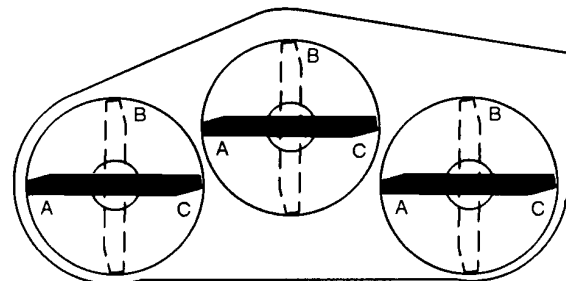

Bild 15
5. Alle drei Messerbalken in die "A"-Stellung (Bild 15) bringen und den Abstand von der ebenen Fläche bis zur Unterseite der Messerspitze an allen Messerbalken messen (Bild 16).
6. Den bei "A" gemessenen Abstand vermerken, die Messerbalken in die "B"-Stellung bringen (Bild 15), den Abstand zwischen allen Messerbalkenspitzen zur ebenen Fläche messen und dieses Maß vermerken (Bild 16).
7. Die Messerbalken in die "C"-Stellung drehen, das Maß wie oben nehmen und den gemessenen Abstand für jeden Messerbalken vermerken (Bild 15, 16).